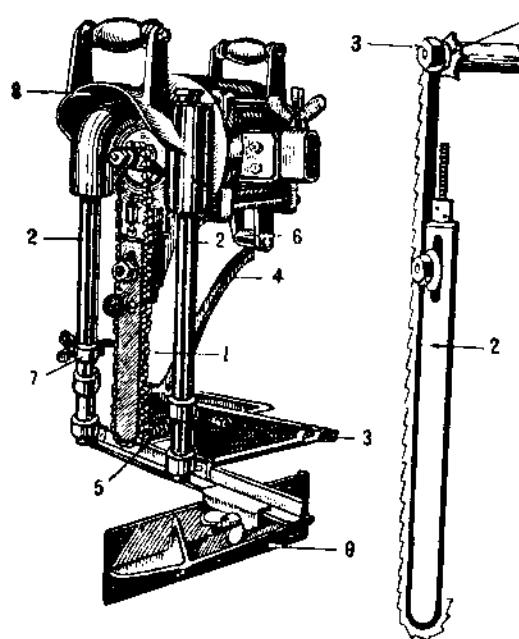

Рис. 41. Рабочая часть и передаточный механизм.
щая планка (2) служит для направления движения долбящей цепи в зависимости от ширины долбления. При работе вставляется в направляющие выступы винта и крепится к корпусу инструмента наглухо гайкой. Звездочка служит для передачи вращательного движения вала надетой на звездочку долбящей цепи. Звездочка надета на навинтованный конец вала и закрепляется гайкой (3) (рис. 41).